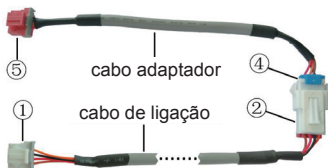

Fig. 25: Diagrama esquemático depois de ligar o cabo de ligação e o cabo adaptador: ligue o terminal ② do cabo de ligação e o terminal ④ do cabo adaptador
Utilize o cabo de ligação e o cabo adaptador que se encontram na caixa da embalagem do controlador por cabo. Retire o terminal de proteção do cabo adaptador, ligue o cabo de ligação com o cabo adaptador de acordo com a fig. 25 e, em seguida, introduza o terminal ① do cabo de ligação na porta serial CN1 do controlador por cabo e introduza também o terminal ⑤ do cabo adaptador no terminal do controlador por cabo do condicionador.